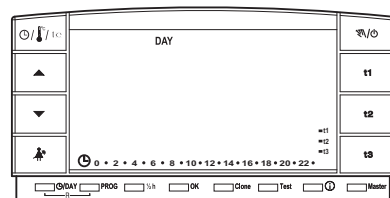

fig. 71
- Premere il tasto OK per impostare lo spegnimento del display dalle ore 0:00 alle ore 6:00 (esempio in fig. 71).
- Premere il tasto OK per impostare lo spegnimento totale del display: dopo 3 minuti si ottiene lo spegnimento del display durante tutte le 24 ore di tutti i giorni (es. in fig. 71).